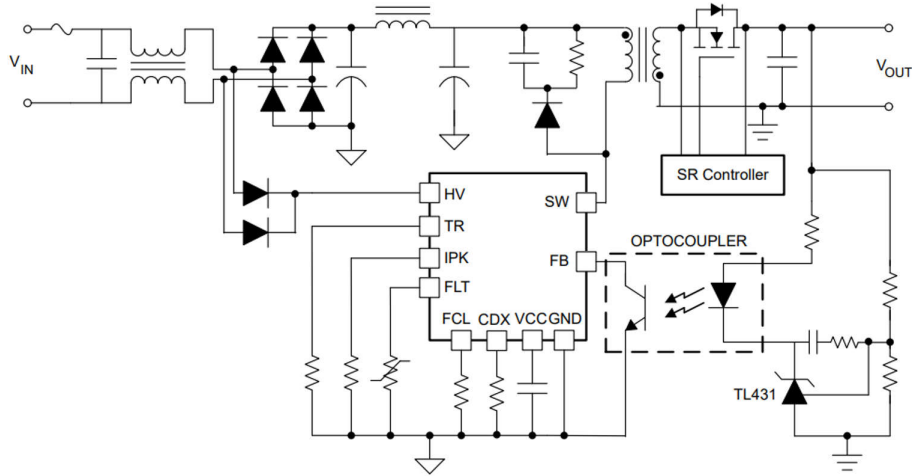

图 1-1. 采用 UCG28826 的交流/直流反激式转换器的简化原理图
交流/直流 USB 电力输送 (PD) 充电器需要更高的效率和紧凑的尺寸，这给电源设计带来了重大挑战。对于低于 100W 的电源应用，准谐振 (QR) 反激式拓扑尤其受欢迎，因为它利用谷底开关技术提高了效率并降低了开关损耗。随着 GaN 等半导体技术的进步，反激式拓扑不断实现更高的功率密度和效率，使其成为 USB PD 充电器和其他紧凑型电源等应用的理想之选。图 1-1 显示了 TI 采用自偏置 VCC UCG28826 的 GaN 集成反激式转换器。